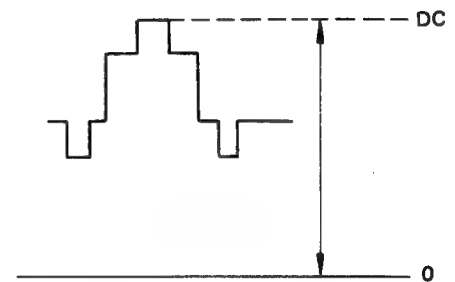

Abbildung 100
5. Eine regulierte Stromversorgung an den Stift ⑩ des I201 anschließen und die Gleichstromspannung auf dem Oszilloskop beobachten.
7. Die Stufenwellenform dann in den Eingangsanschluß einleiten, und den R229 (NL-Pegelregler) so einstellen, daß die Weißspitzenspannung auf den gleichen Wert der im Schritt (6) ermittelten Spannung gelangt. (Abb. 100)